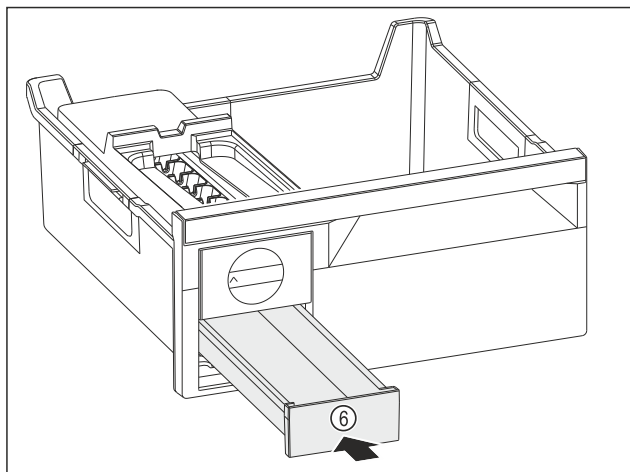

Fig. 177
- ▶ Sett inn isterningsskuffen Fig. 177 (6).